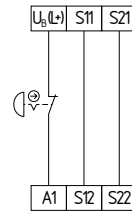

Fig. 4
**Circuito per arresto di emergenza a un canale con dispositivi di comando secondo EN ISO 13850 e EN 60947-5-5 (vedere Fig. 4)**